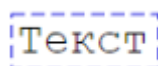

Рис. 266 – Пример элемента «Статический текст»
- **Добавить статический текст** - . По нажатию данной кнопки на мнемосхему будет добавлен элемент **статический текст**. Используется для отображения произвольного текста (Рис. 266);